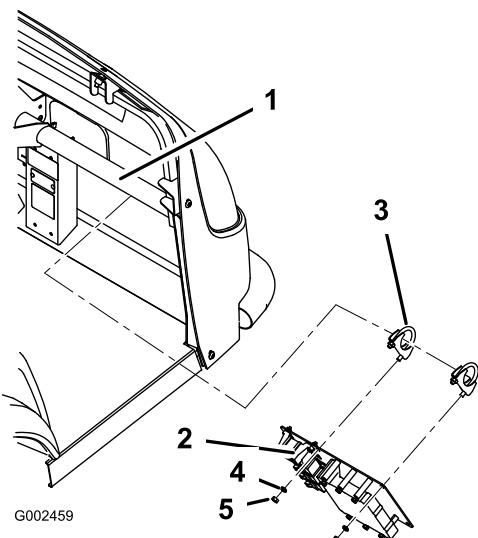

Figura 11
- C. Con il sistema di irrorazione Workman da 757 litri, montate la piastra di appoggio con 2 cavallotti (5/16 x 3/4 pollice), 2 dadi (5/16 pollice) e 2 rondelle di bloccaggio (5/16 pollici) come illustrato in Figura 11.